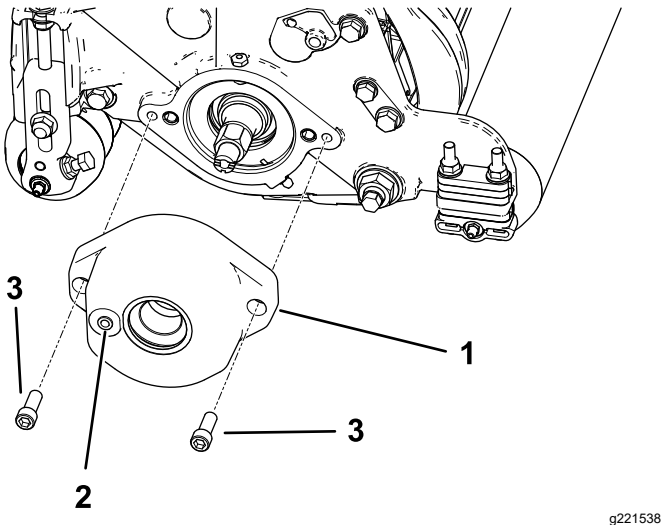

Figure 4
2. Modèle 03408 seulement : montez le carter de brosse sur le logement de roulement de cylindre avec 2 boulons à tête creuse hexagonale ($\frac{3}{8}$ " x 1") ; voir Figure 4.